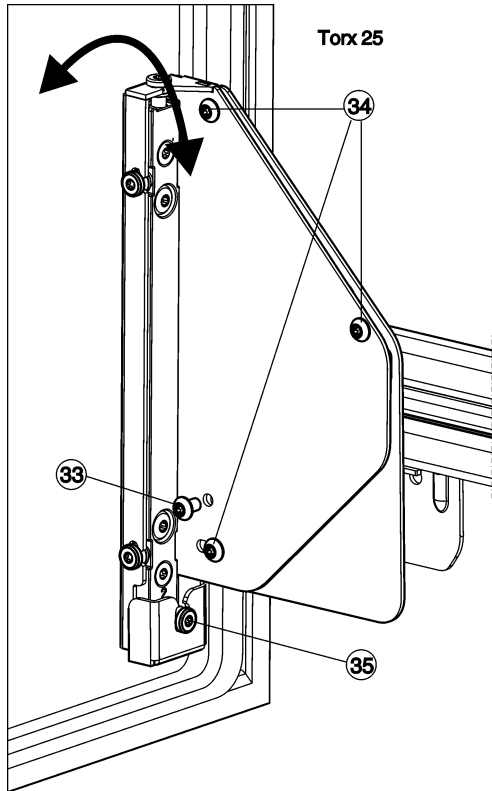

Fig. 26
- ▶ Kierrä ruuvi Fig. 26 (33) kokonaan ulos.
- ▷ Hävitä ruuvi Fig. 26 (33), sitä ei enää tarvita.
- ▶ Avaa ruuveja Fig. 26 (34) vain 1 - 2 kierrosta.
- ▶ Kierrä säätöruuvia Fig. 26 (35). Myötäpäivään: ovi ylhäällä kallistuu laitteen rungosta poispäin. Vastapäivään: ovi ylhäällä kallistuu laitteeseen päin ja alhaalla laitteen rungosta poispäin.
- ▶ Kiristä kaikki ruuvit Fig. 26 (34) uudelleen tiukalle kallistussäädön päättämisen jälkeen.